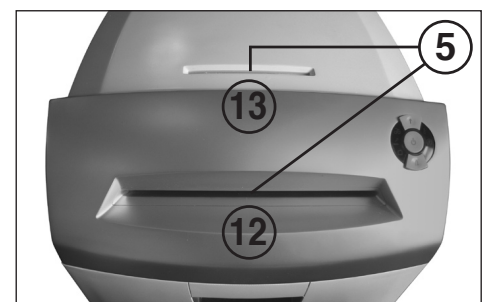

Abb. 3
**5 = Lichtschanke (Vorwärtslauf) (Abb. 3)**
**12 = Papierzuführschacht (Abb. 3)**
**13 = Sicherheits-Zuführschacht (Abb. 3)**
**Papier** durch den Papierzuführschacht (12) (Abb. 3) dem Schneidwerk zuführen.
**Datenträger** (CD, DVD oder Kreditkarte) einzeln durch den separat angeordneten Sicherheits-Zuführschacht (13) (Abb. 3) dem Schneidwerk zuführen.